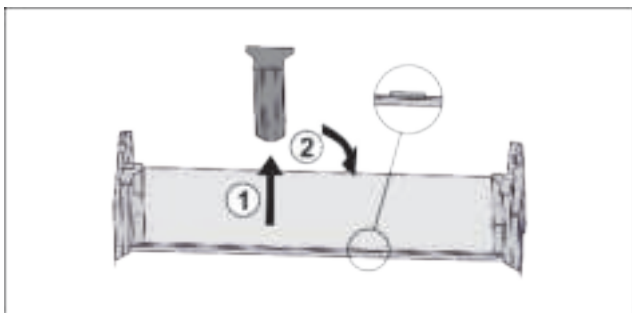

Fig. 16
- ▶ Middelste vasthoudeel lostrekken Fig. 16 (1).
- ▶ Middelste vasthoudeel in tweede positie inzetten Fig. 16 (2).